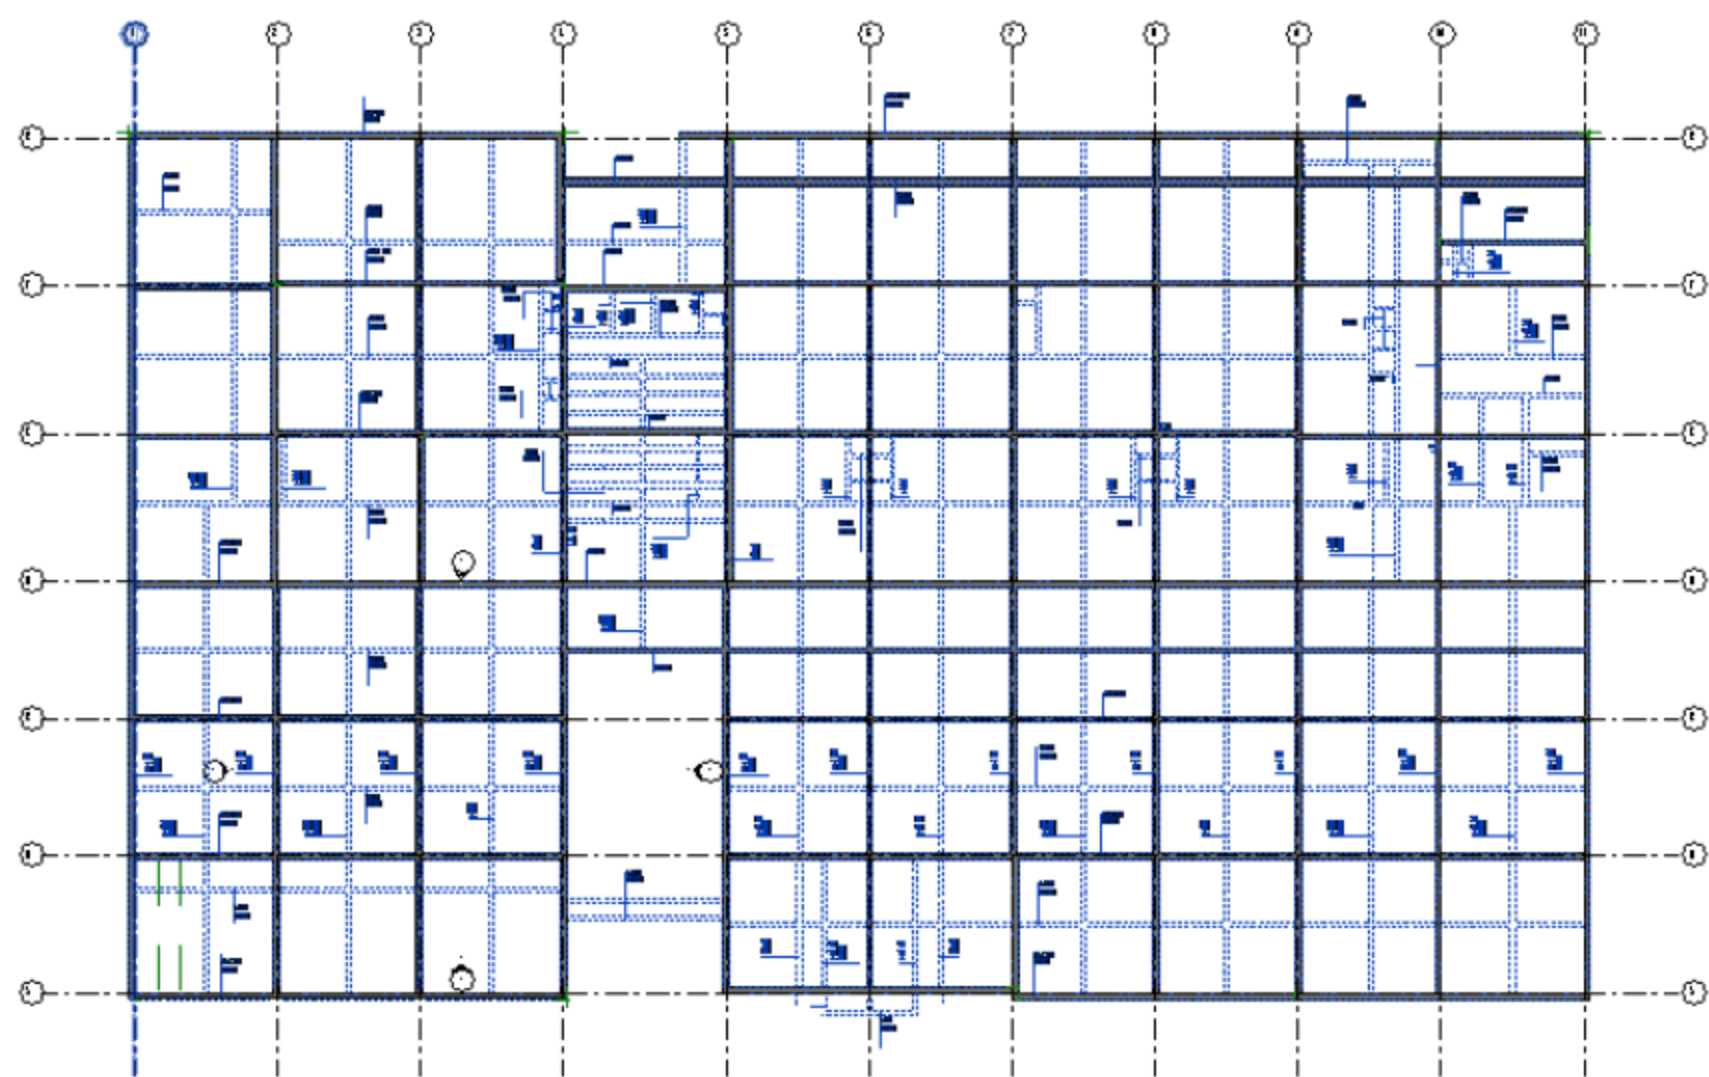
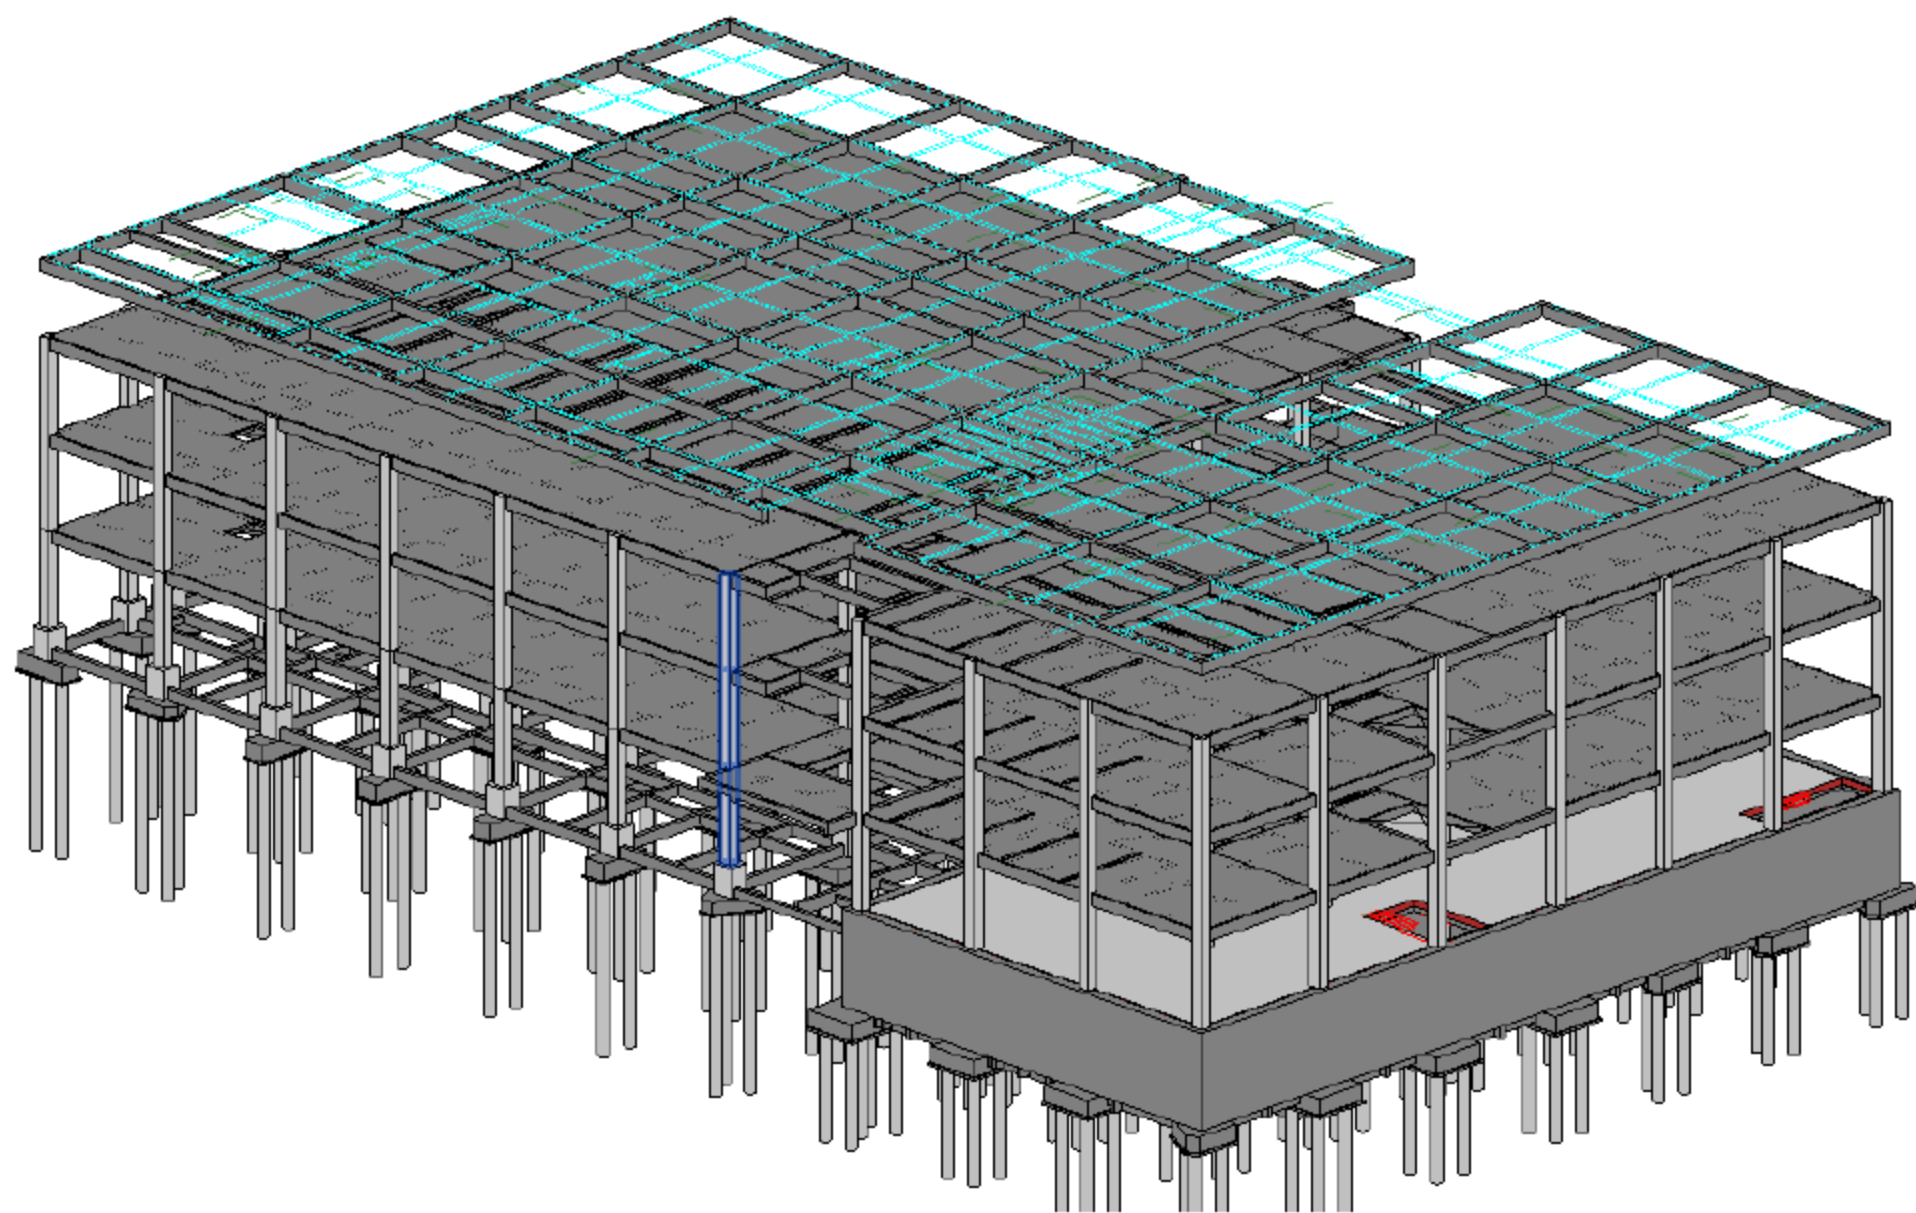

图 5.1.15 完整的屋框梁图
图 5.1.16 屋框梁 3D 图
(9) 结构: 4 层的屋框梁绘制方法介绍完毕, 剩余的屋框梁按照上述步骤即可完成, 当结构: 4 层的屋框梁绘制完成后, 保存项目, 平面图如图 5.1.15 所示, 3D 效果如图 5.1.16 所示, 读者可根据相同方法绘制完整屋框梁图。